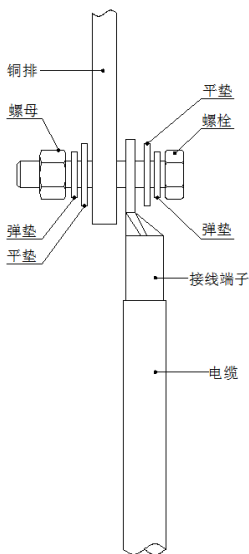

图3-11 直流输入线缆连接
- (d) 请确认直流输入路数，选择合适的电缆线径，再按图3-11所示的接法将接线端子固定于铜排上，并用扭矩扳手，以适合的扭力锁紧。